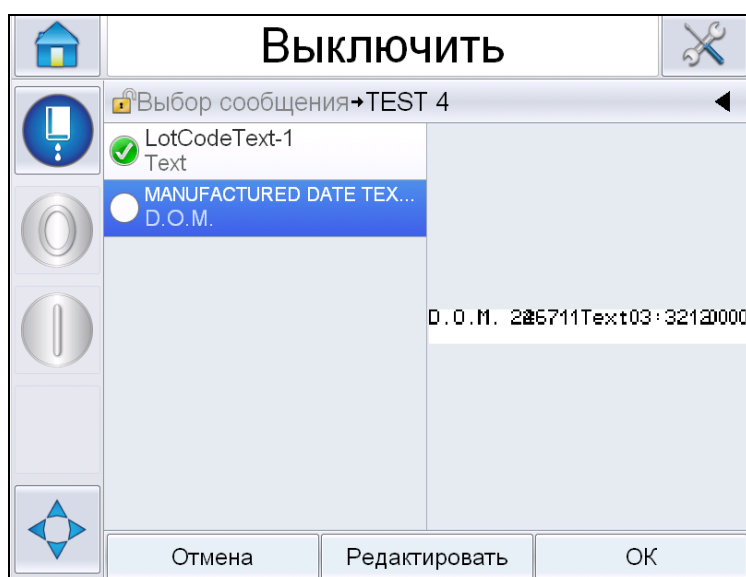

Рис. 4-30: Отредактированное сообщение
- 2 Для того, чтобы оставить пользовательское поле как есть, выберите пользовательское поле, нажмите **ОК**, и на поле появится зеленая галочка (смотрите Рис. 4-30).